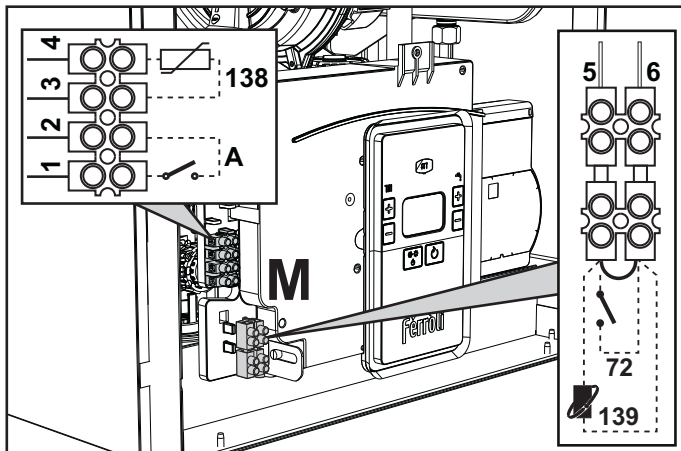
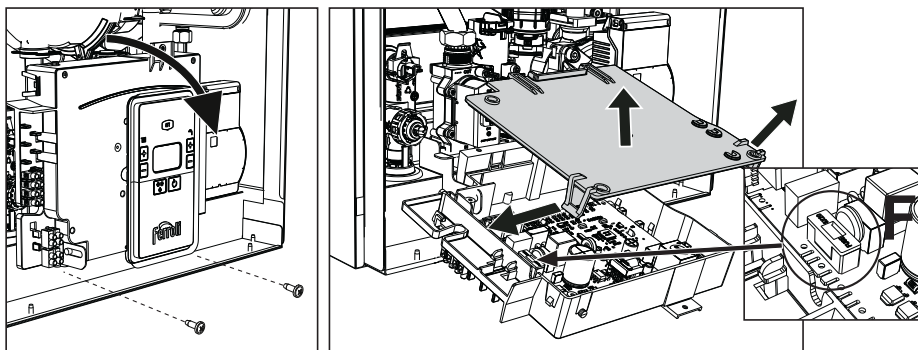

fig. 18
fig. 19
Pasi të jetë hequr paneli i përpamë (sez. "Hapja e panelit të përpamë" a pag. 34) është e mundur të hyni te morsetierat (M) dhe te siguresa (F) duke ndjekur udhëzimet e përshkruara në vijim (fig. 18 dhe fig. 19). **Morsetat që treguara në fig. 18 duhet të kenë kontakte të pastra (jo 230V).** Llojet e ndryshme të morsetave për lidhjet e ndryshme, janë paraqitur edhe në skemën elektrike në fig. 45.
Konfigurimi i çelësit ON/OFF (A fig. 19)